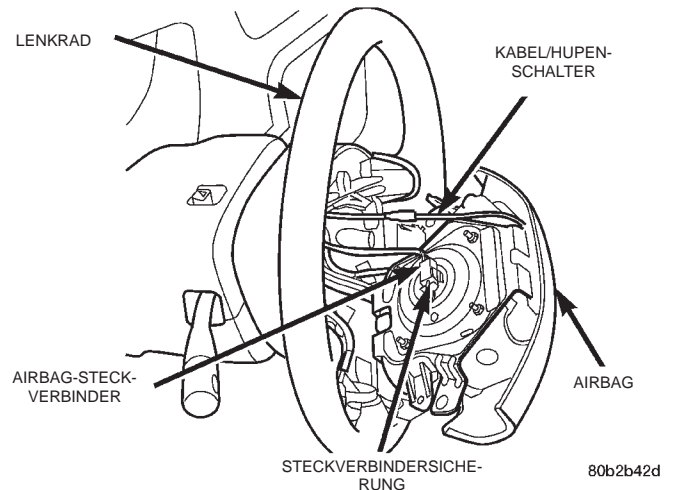
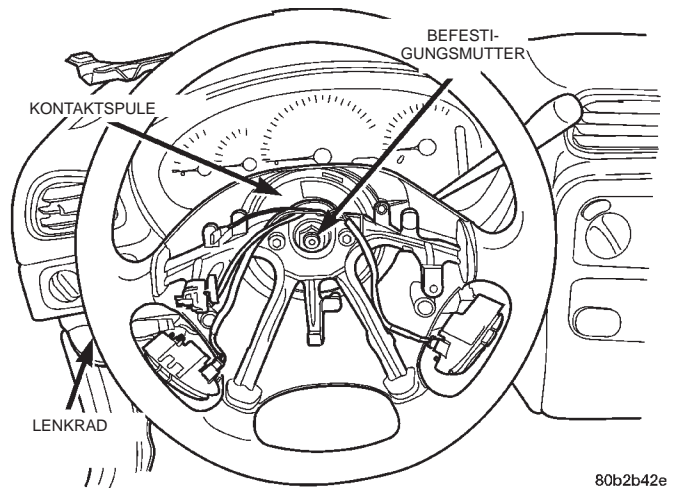

Abb. 11 Steckverbinder am Airbag
Abb. 12 Zentralmutter/Lenkrad
(11) Airbag vom Lenkrad abheben.
(12) Steckverbindersicherung vom Airbag-Steckverbinder (Abb. 11) abziehen. Die Sicherung gerade aus dem Steckverbinder herausziehen, ohne sie zu drehen. **Die Sicherung beim Ausbau aus dem Steckverbinder nicht drehen.**
(13) Steckverbinder an der Rückseite des Airbags (Abb. 11) abziehen, ohne ihn zu drehen. **Den Steckverbinder beim Herausziehen aus dem Airbag nicht drehen.**
(14) Hupenschalterkabel (Abb. 11) vom Hupenkabel der Kontaktspule abziehen.
(15) Die Zentralmutter des Lenkrads vom Lenkrohr abschrauben (Abb. 12).
(18) Die Kabel der Kontaktpule durch die entsprechende Öffnung im Lenkrad schieben (Abb. 12). Das Lenkrad auf das Lenkrohr stecken, so dass die größere Keilnut der Lenkradnabe und des Lenkrohrs miteinander fluchten.
(19) Zentralmutter des Lenkrads aufschrauben und festziehen, bis das Lenkrad bündig an der Kontaktpule anliegt (Abb. 12). Dann die Zentralmutter mit einem Anzugsmoment von 61 N·m (45 ft. lbs.) festziehen.
(20) Das Zündschloss in Stellung "Unlock" (Entriegeln) drehen, so dass die Lenkradsperre gelöst wird.
(21) Das Kabel des Hupenschalters an dem Hupenkabel anschließen, das von der Kontaktpule kommt (Abb. 11).
(22) Airbag-Kabel von der Kontaktpule an der Rückseite des Airbags anschließen (Abb. 11). Die Sicherung des Steckverbinders einbauen (Abb. 11). **Sicherstellen, dass der Steckverbinder des Airbag-Kabels korrekt angeschlossen und vollständig in seinem Gegenstück am Airbag eingerastet ist.**